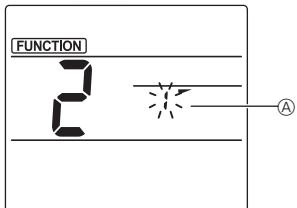

Fig. 3-2
- ② Välja nummer för fläktblad (Fig. 3-2)